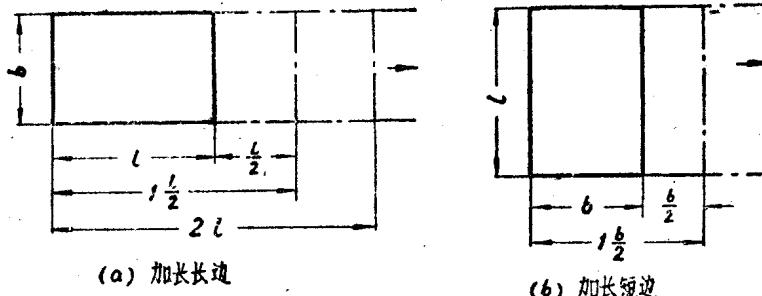

图 2.1 加长图样幅面。
(2) 绘制长形物体时，可沿图幅的长边或短边将幅面加长，加长部分的尺寸应该为标准幅面原边长的 $\frac{1}{2}$ 倍数，如图 2.1。